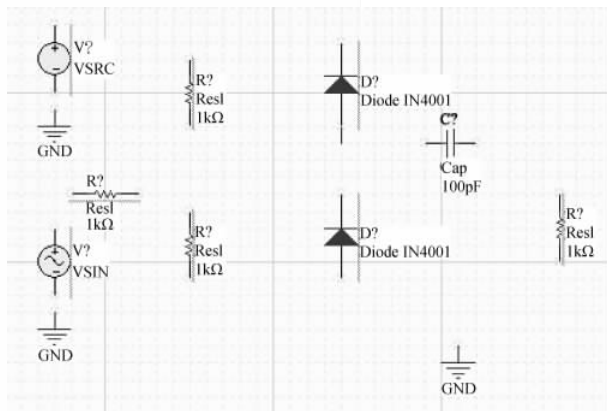

图 3-23 放置元器件和信号源
- (1) 从 Miscellaneous Devices.IntLib 库中分别找到名字为 Res1 的电阻元器件、名字为 Cap 的电容元器件、名字为 1N4001 的二极管(必须选择 Model Type 为 Simulation 的元器件),并将这些元器件按照图 3-23 所示的位置进行放置。
- (2) 从 Simulation Sources.IntLib 库中找到名字为 VSRC 和 VSIN 的元器件,并按按照图 3-23 所示的位置进行放置。
- (3) 单击 AD 主界面下工具栏内的  按钮,将 GND 按照图 3-23 所示的位置进行放置。